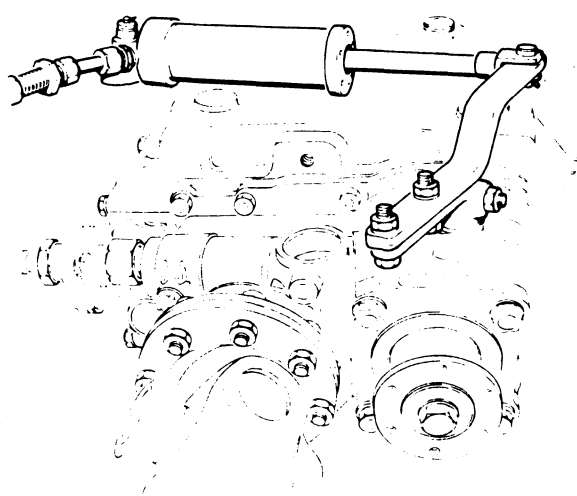
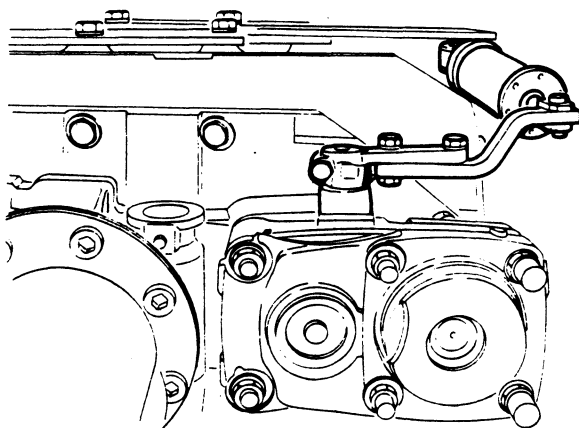

Fig. 3
Fig. 5
Bekijk hoe de bedieningscilinder het beste kan worden geplaatst. (Fig. 3 en Fig. 5 geven daarvan een voorbeeld).
- Hefboom verlengen (Fig. 5) en/of verhogen. Verhogen d.m.v. een strip en naar de tegenoverliggende zijde brengen (Fig. 3 en 4).
- Zet de voetsteun vast tegen het versnellingsbakhuis (b.v. Fig. 5).